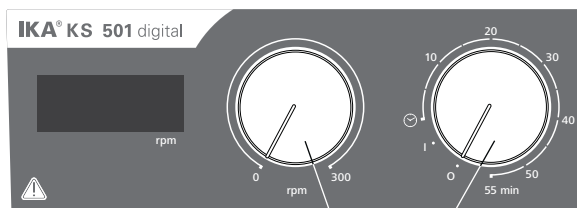

Fig. 3
- ☞ A készülék bekapcsolásához fordítsa a „**Be/Ki**” és az „**Időzítő**” (**B**, lásd **Fig. 3**) tekerőgombot az óramutató járásával megegyező irányban az „**1**”-es pozícióba.
- ☞ A motor fordulatszáma a „**Fordulatszám**” szabályozógombbal állítható be (**C**, lásd **Fig. 3**). A motor fordulatszáma 0–300 percenkénti fordulatszámra állítható be.